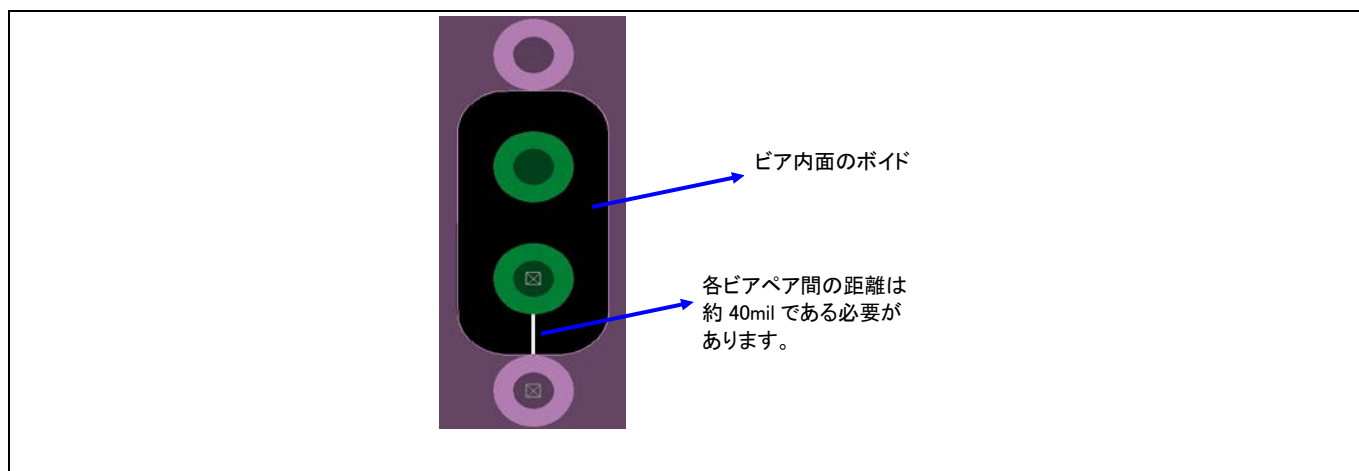

**Figure 32** 標準 Type-B USB レセプタクルの反対側で接続されている USB 信号(推奨レイアウト)
- 標準 B レセプタクル (スルーホールレセプタクル) を使用する場合は、**Figure 30** および **Figure 31** に示すように、USB 信号ラインをレセプタクルが配置されている反対の層のレセプタクルピンに接続することを強く推奨します。例えば、標準 B レセプタクルが最上層に配置されている場合、信号線は最下層のレセプタクルピンに接続する必要があります。これにより、USB レセプタクルピンによる不要なスタブが防止されます。推奨されるレイアウトとスタブ生成レイアウトの図を、それぞれ **Figure 32** と **Figure 33** に詳しく示します。ビアの導入を避けるために、EZ-USB™ FX3 デバイスを標準 B レセプタクルの反対側の層に配置できます。この場合、USB 配線は完全に同じレイヤーに配線できます。